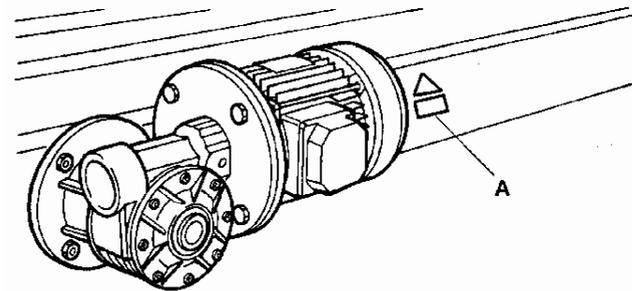

Abb. 13
**ACHTUNG:** Vor dem Anschluss des Steckers kontrollieren, dass die Spannung der vorhandenen Stromleitung dem Wert entspricht, der auf dem Kennschild seitlich am Getriebe angegeben ist (bez. A Abb. 13).